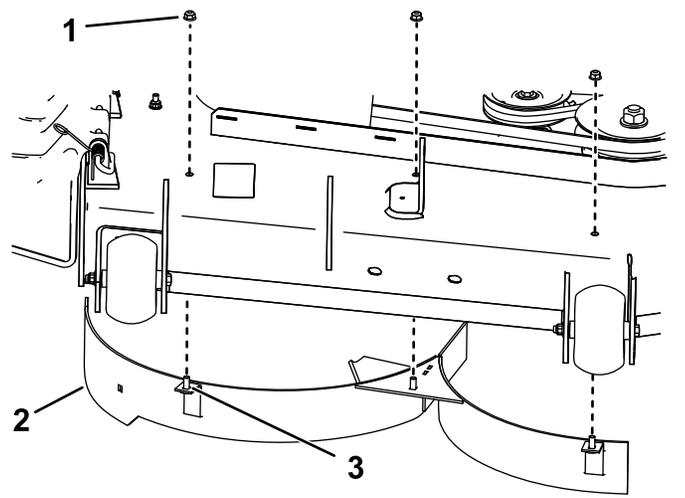

Figure 10
2. Fixez le déflecteur droit à l'aide de 3 écrous (5/16"), comme montré à la Figure 10. Serrez les fixations à la main.